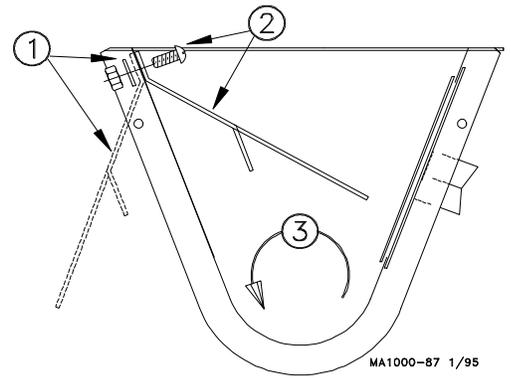

Figura 28. Deflector de bota con salida sencilla (vista del final)
- Colocar el deflector en el exterior de la bota, como se muestra en la Figura 28, para que sirva de plantilla para taladrar los agujeros. Observar la dirección del sinfín con respecto a la colocación del deflector de bota.